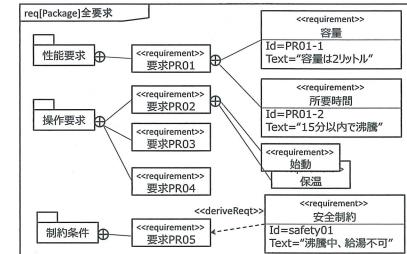

図2 電気ポットに関する要求の関係を示す要求図
題材とする電気ポット開発に対する要求は、製品企画部門から与えられるものとする。与えられた要求は、通常、体系化されていないので、まず、要求を整理する必要がある。図2はこのための要求図の例であり、次のように要求を整理、詳細化している:
- たとえば、図2において、要求PR02は与えられた要求であり、同じく与えられた要求